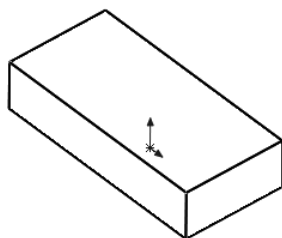

图 1-49 消除隐藏线模型
- 03 单击“消除隐藏线”按钮, 其显示效果如图 1-49 所示。